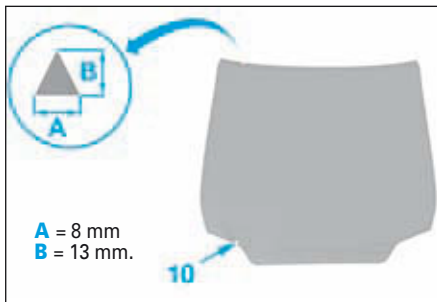

FIG.9
- Tailler la buse en section triangulaire pour obtenir un cordon d'adhésif joint de largeur (A) = 8 mm et de hauteur (B) = 13 mm (Fig.9).